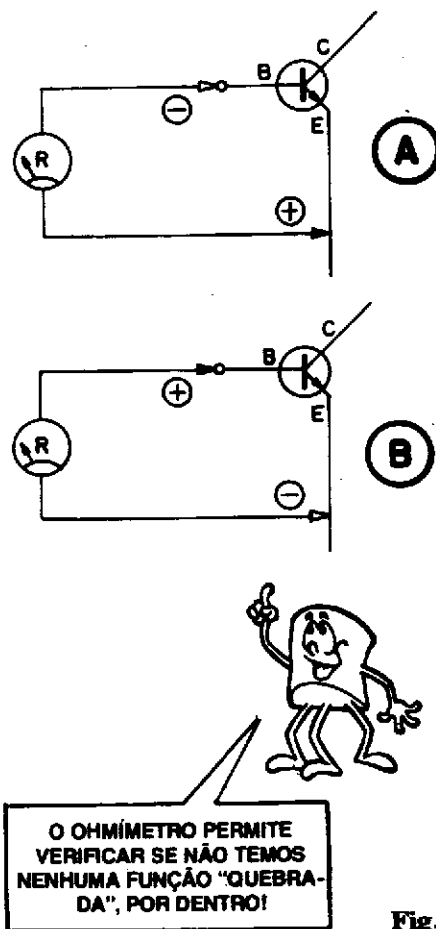

Fig.5
- FIG. 5-A - Aplicando-se a ponta **negativa** à **base** de um transistor NPN, e a ponta **positiva** ao seu **emissor**, deve ser obtida uma leitura de R alta, num transistor BOM. Se for lida uma R baixa, o transistor estará inutilizado, em "curto" **base/emissor**...
- FIG. 5-B - Com a ponta **positiva** à **base** do transistor NPN, e a **negativa** ao **emissor**, a leitura no OHMÍMETRO, para um transistor BOM, deverá ser de R baixa. Se a indicação for de R alta, então o dito transistor estará com o "diodo" **base/emissor** "aberto" (componente inutilizado).